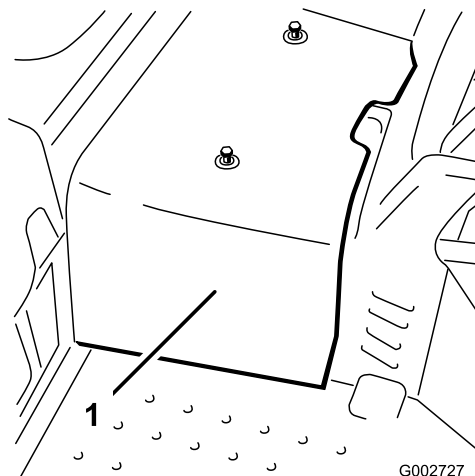

Figure 38
2. Retirez les 2 vis de fixation du carénage central à la machine et déposez le carénage (Figure 38).